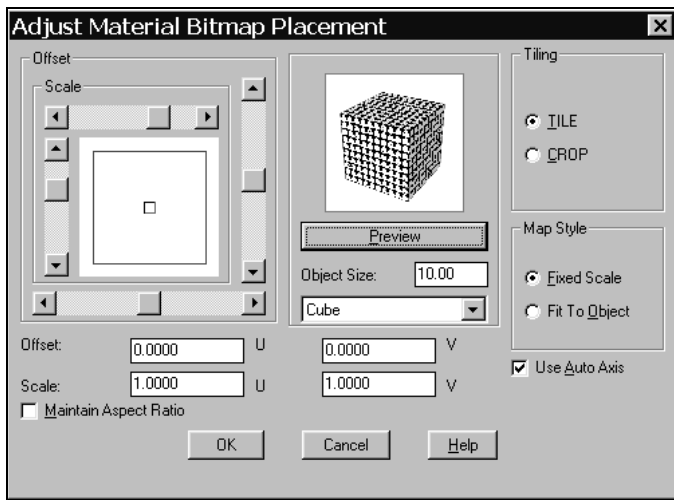

Рис. 10.9. Окно настройки положения текстуры
2. В диалоговом окне **Materials** (Материалы) нажать кнопку **Adjust Bitmap** (Размещение изображения) и в появившемся окне **Adjust Material Bitmap Placement** (Положение текстуры) настроить (рис. 10.9):